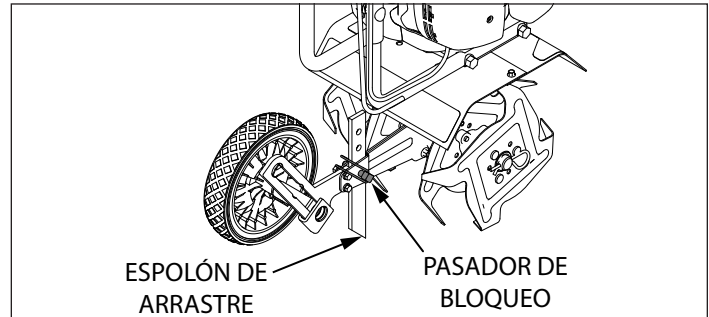

FIGURA 2
4. El espolón de arrastre se envía con la punta hacia arriba. Antes de usar, retire el pasador de detención y gire el espolón de arrastre para que la punta se oriente hacia abajo, de frente a los dientes. Vuelva a insertar el pasador de detención. **CONSULTE LA FIGURA 2**.